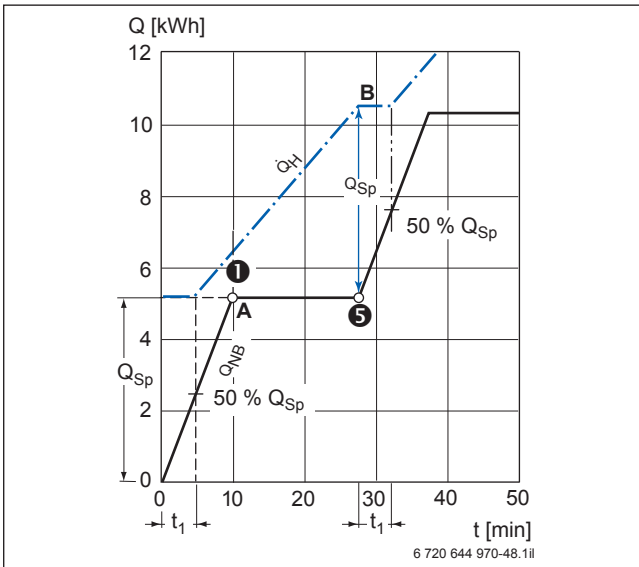

Bild 61 Ermittlung der theoretischen Speicherkapazität bei gegebener Wärmeleistung
Mindestforderung ist dabei, dass der Speicher zu Beginn eines Spitzenbedarfs vollständig durchgeladen zur Verfügung steht. Im ungünstigsten Fall kann der Speicher fast bis auf die Positionslinie des Temperaturfühlers entleert sein. Die Totzeit  $t_1$  ist dann zwar sehr kurz, aber es sind auch nur ca. noch 50 % der Speicherkapazität verfügbar (→ Bild 61, Seite 89). Das ist der Grund, warum zur Bedarfsdeckung im Einfamilienwohnhaus Speichergrößen bis zu 200 Liter standardmäßig verwendet werden.
Da der kurzzeitige Spitzenbedarf vollständig zu bevorraten ist, sind komplexe Bedarfsprofile über längere Zeiträume das eigentliche Anwendungsgebiet des Wärmeschaubildes. Zu berücksichtigen ist auch die Totzeit Speicher  $t_1$  (→ Bild 61, Seite 89). Die Totzeit Kessel  $t_2$  hat durch die ständige Temperaturbereitschaft in der Heizperiode meist keine Bedeutung.
Ausgehend von dem Bedarfsfall des Wannenbades (→ „Grafische Darstellung im Wärmeschaubild“, Seite 84) und der Notwendigkeit der vollständigen Bevorratung lässt sich das Wärmeschaubild (→ Bild 61, Seite 89) entwickeln. Daraus ist zu entnehmen, dass der Speicher rund 28 Minuten nach Zapfbeginn ⑤ wieder mit seiner vollen Kapazität zur Verfügung steht. Es können somit in diesen Zeitintervallen die gleichen Bedarfe beliebig häufig wiederholt werden. Sie benötigen allerdings jeweils die volle Kesselleistung.
Zum Zeitpunkt A (→ Bild 61) besteht eine positive Speicherkapazität, wobei aber nicht erkennbar ist, ob sie auch von brauchbarer Temperatur ist.
Bei 100 Liter Volumen ist der Speicher nach 10 Minuten vollständig entladen. Das nun austretende Warmwasser hat die Temperatur 30 °C, falls die Wärmeleistung sofort zu Beginn der Zapfung verfügbar war. Sie ist entsprechend niedriger, wenn eine Totzeit  $t_1$  wirksam ist (→ Bild 61).
Die positive Kapazität von ca. 1,2 kWh zum Zeitpunkt A (→ Bild 61) entspricht einer Temperaturerhöhung um  $\Delta\vartheta_{WW} = 10\text{ K}$  und damit einer Zapftemperatur  $\vartheta_{WW} = 20\text{ °C}$ . Im vorliegenden Fall ist das ohne Nachteil, da nach der Spitzenentnahme kein Bedarf vorliegt und der Speicher wieder geladen wird.
In allen anderen Fällen sollte der Speicher zu keinem Zeitpunkt unter die Minimalkapazität  $Q'_{Sp}$  absinken. In Anlehnung an die Grundformel 75 (→ Seite 184) sind das im betrachteten Fall (→ Bild 61):